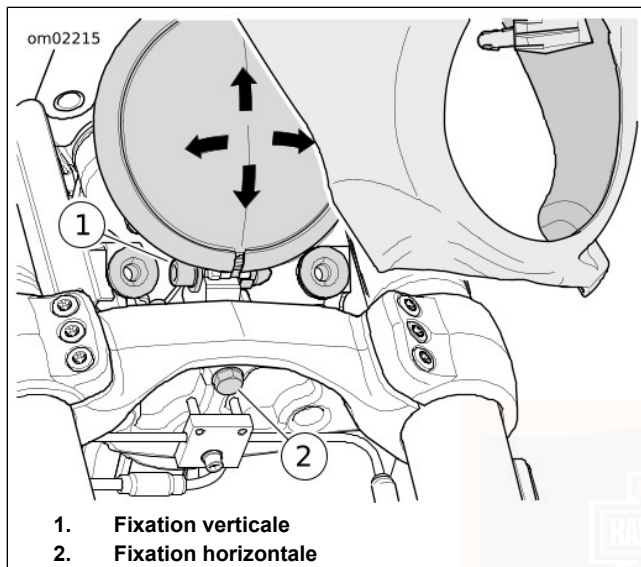

Figure 51. Réglage du phare
2. Voir Figure 51. Desserrer la fixation de réglage horizontal (2). Incliner le phare vers la gauche ou vers la droite pour diriger le faisceau lumineux droit devant.